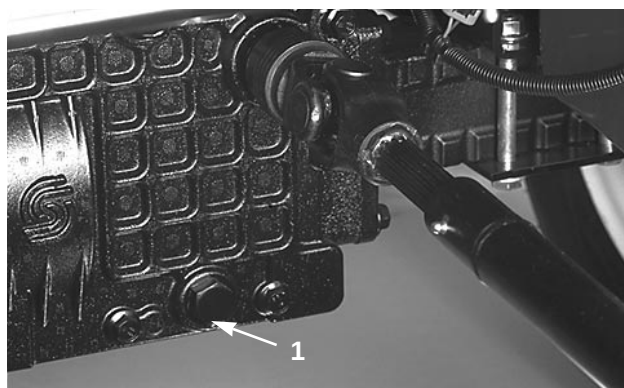

Figure 26
CHANGEMENT D'HUILE ET DE FILTRE HYDRAULIQUES (Fig. 26–27)
3. Enlever le bouchon de vidange et laisser l'huile s'écouler dans le récipient (Fig. 26).
6. Installer le bouchon de vidange sur le carter d'essieu (Fig. 26).